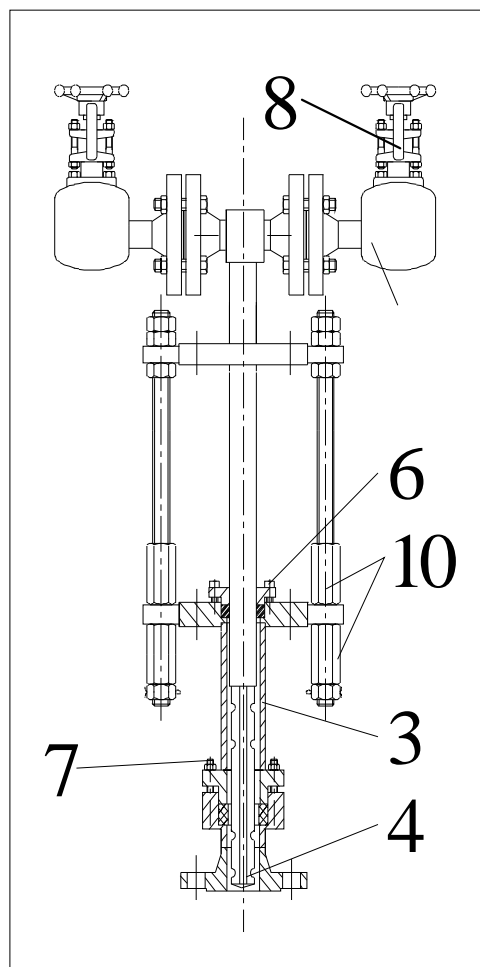

Abb. 14: Sensorprofil mit Schutzrohr
11. Stellen Sie sicher, daß das ITABAR-Sonden-Profil {4} sich vollständig im Schutzrohr {3} befindet. Beachten Sie die Position der Gewindestangen (Abb.14)
13. Falls erforderlich, ziehen Sie die 4 Schrauben {6} an der oberen Flo-Tap Packung und die vier Muttern {7} an der unteren Packung leicht an.. (Abb.14)